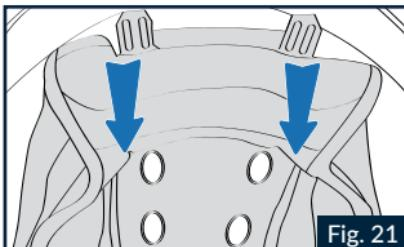

Fig. 21
l'interno del casco per sganciare le linguette posteriori sinistra e destra della cuffia dal bordo posteriore della calotta (Fig.21).
4.3 Infilare le linguette posteriori destra e sinistra della cuffia nelle rispettive sedi del bordo della calotta (Fig.21). Spingere le linguette sino ad agganciarle completamente al supporto.